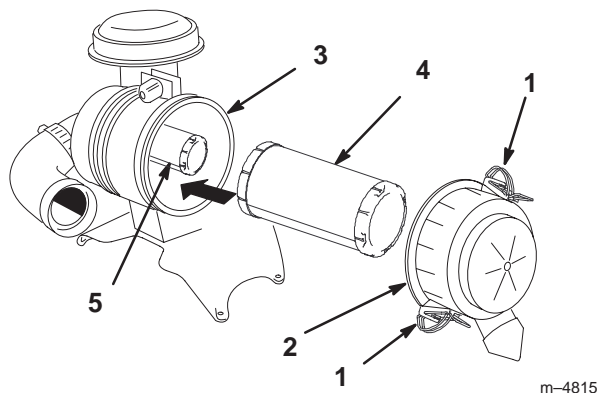

Figure 36
2. Ouvrez les dispositifs de verrouillage du filtre et ôtez le couvercle du corps du filtre (Fig. 36).
4. Sortez l'élément primaire du corps du filtre avec précaution (Fig. 36). Évitez de cogner l'élément à l'intérieur du corps.
2. Si vous remplacez l'élément de sécurité, insérez-le avec précaution dans le corps du filtre (Fig. 36).
3. Installez ensuite l'élément primaire sur l'élément de sécurité avec les mêmes précautions (Fig. 36). Assurez-vous qu'il est bien engagé en appuyant sur le rebord extérieur de l'élément que vous installez.
4. Reposez le couvercle, le côté portant l'inscription **UP** étant tourné vers le haut, et fermez les dispositifs de verrouillage (Fig. 36).